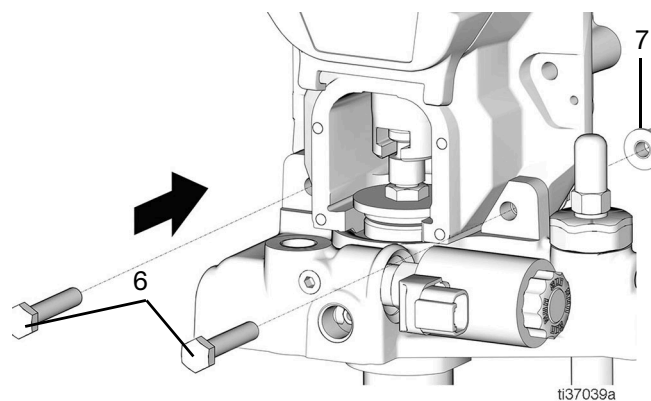

FIG. 68
28. Ponga dos pernos (6) en el conjunto de la bomba para sujetar en su sitio el cabezal de engranajes y el conjunto de la bomba y apriete un poco las dos tuercas (7) (FIG. 68).